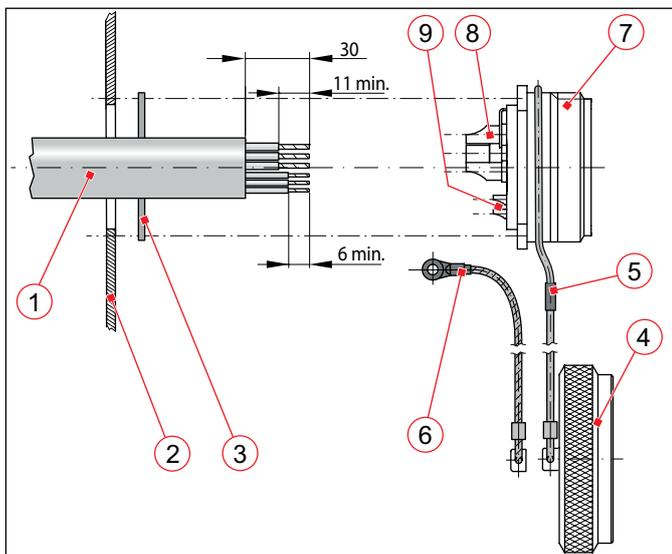

Abb. 8: Beispiel für die Montage von Dosen mit Flansch an eine Gehäusewand
Montage Dose mit Flansch (siehe Abb. 8)
- ▶ An der Rückseite der Gehäusewand (2) die Kabeldurchführung/Zugentlastung (kundenseitig) herstellen.
Befestigung des Verschlussdeckels (4) mit Schlaufe (siehe *Abb. 8*)
- ▶ Die beiliegende Hülse (5) auf das lose Ende der Schnur auffädeln.
- ▶ Die Schnur an der Verjüngung um das Dosengehäuse (7) legen und eine Schlaufe bilden (siehe *Abb. 8*).
- ▶ Das lose Ende der Schnur durch die Hülse (5) schieben und die Hülse mit einer Flachzange so verquetschen, dass die Schlaufe gespannt ist und nicht nach vorne von der Dose herunterrutschen kann.
- ▶ Verschlussdeckel (4) auf das Dosengehäuse (7) aufschrauben.
Befestigung des Verschlussdeckels (4) mit Ringkabelschuh (siehe *Abb. 8*)
- ▶ Den beiliegenden Ringkabelschuh (6) auf das lose Ende der Schnur aufschieben und mit einer Flachzange verquetschen (siehe *Abb. 8*).
- ▶ Den Ringkabelschuh (6) mit einer der 4 Befestigungsschrauben am Flansch mit anschrauben.